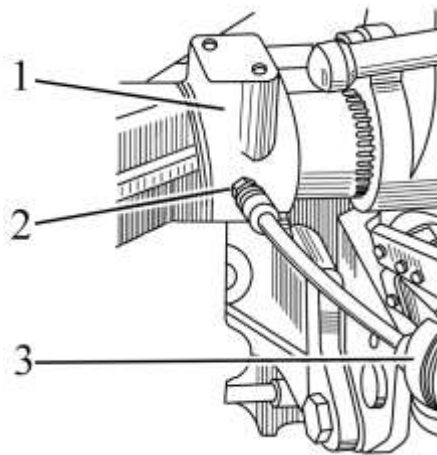

Рисунок 6.4.12 – Смазка втулок поворотного вала ЗНУ
- очистить две масленки 2 (рисунок 6.4.12), расположенные в кронштейне ЗНУ 1, от загрязнений и засохшей смазки;